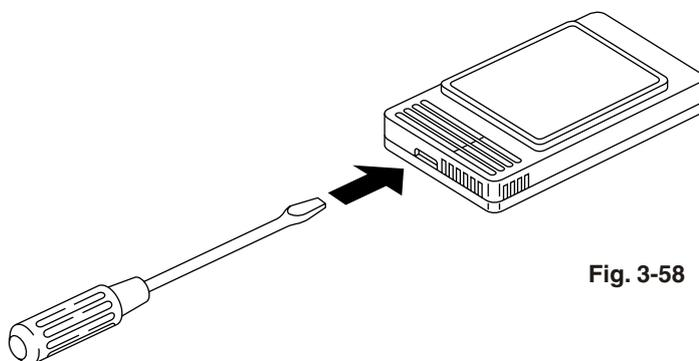

Fig. 3-58
1. Inserire un cacciavite o un utensile simile nella scanalatura sul lato inferiore del sensore remoto per far leva e aprire il retro della scatola (Fig. 3-58).